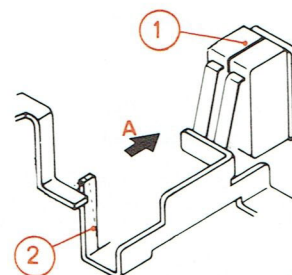
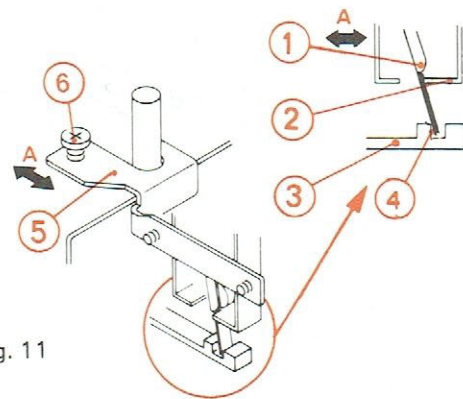

Fig. 10
Fig. 11
B. RÉGLAGE DU MICRO-CONTACTEUR DE RETOUR RAPIDE (Fig. 10)
- 2° - Enfoncer la touche « ▶▶ », le micro-contacteur (1) doit être en service.
- 3° - Dans le cas contraire, plier légèrement le levier de commutation (2) dans le sens de la flèche A.
C. RÉGLAGE DE L'INVERSEUR DE PISTES (Fig. 11)
- 2° - Appuyer sur la touche « INVERSE » puis vérifier que la lamelle de commande de l'inverseur entre en contact avec le support métallique (2) et le coulisseau plastique (3) aux points (1) et (4) comme indiqué sur la figure 11.
- 3° - Dans le cas contraire desserrer la vis (6) et, suivant la flèche A déplacer le support (5) dans le sens convenable.